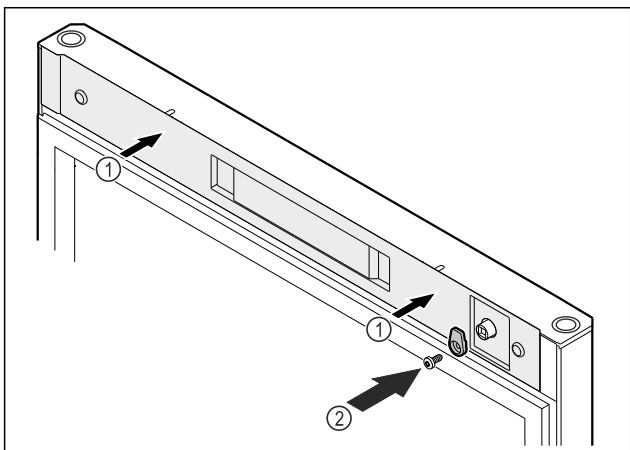

Fig. 55
- Aseta suojus paikalleen Fig. 55 (1).
- Kiinnitä sulkuhaka ruuvilla Fig. 55 (2).